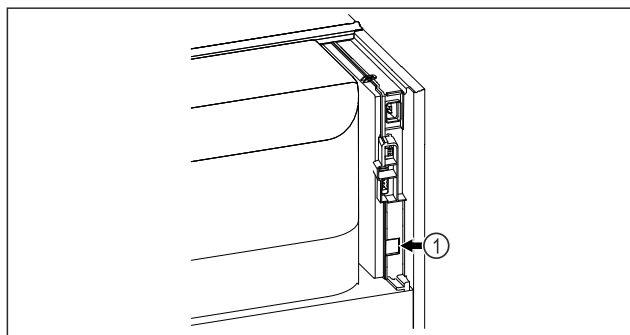

Fig. 99
- Założono SmartModule Fig. 99 [1].